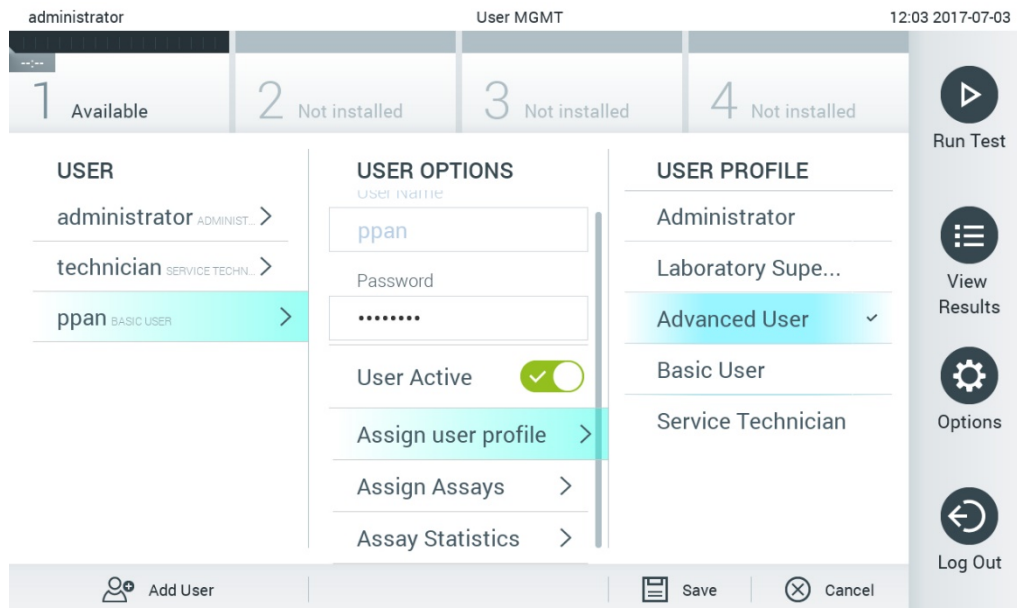

Рис. 54. Призначення профілів користувачам.
- **Assign User Profile** (Призначити профіль користувача): дозволяє призначити інший профіль для цього користувача (наприклад, **Administrator** (Адміністратор), **Laboratory Supervisor** (Керівник лабораторії), **Advanced User** (Досвідчений користувач), **Basic User** (Базовий користувач)). Виберіть відповідний профіль користувача зі списку праворуч від області вмісту (рисунок 54).